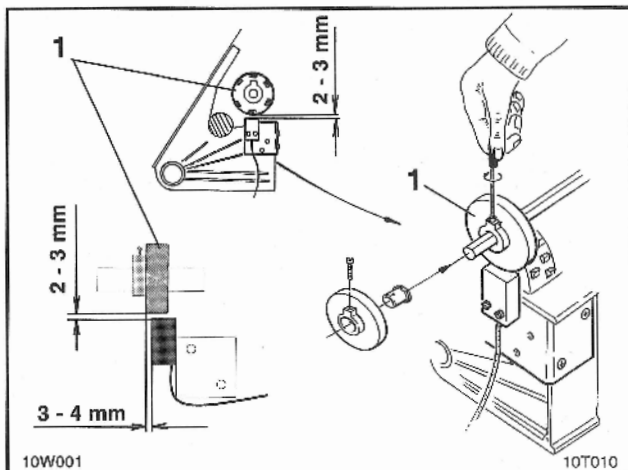

Fig. 10.4
- ☐ Magnetholderen (fig. 10.4/1) med 6 magneter fastgøres på køresporsakslen.